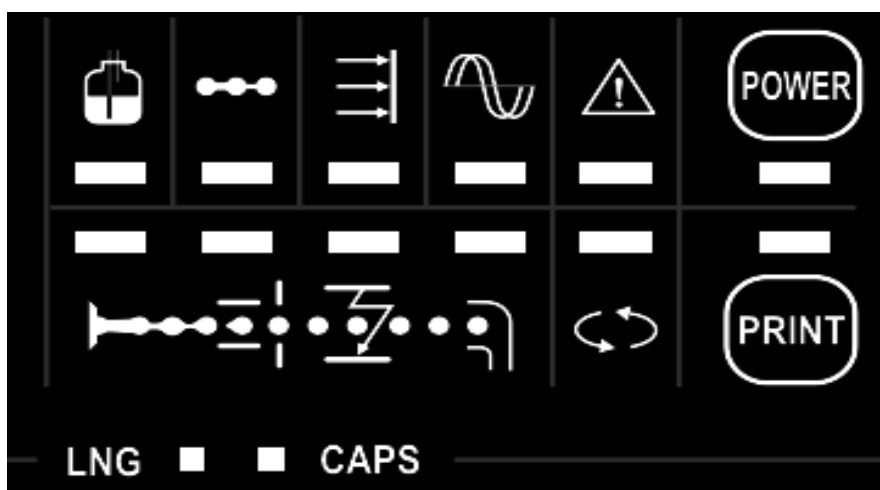

Рис.2.2.2 Управляющие клавиши и светодиодные индикаторы клавиатуры «ЭТИКЕТКА»
- II. Управляющие клавиши, совмещенные со светодиодными индикаторами. На рис.2.2.2 более детально показана II часть клавиатуры. Назначение управляющих клавиш описано в таблице 2.2.1. Назначение, состояние светодиодных индикаторов и их значение описаны в таблице 2.2.2.